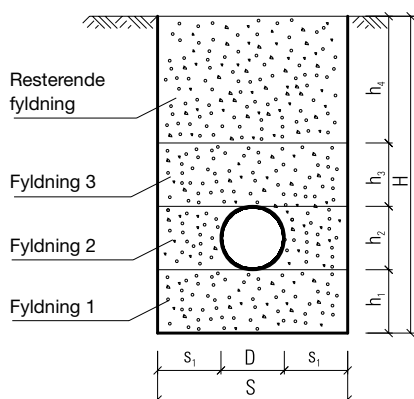

Fig. 3: Lægning af rør i kabelrende – refererer til jordklasse 2
- ⊙ **Fyldning 1** – fyldningen skal være 10 cm med en maks. kornstørrelse på 20 mm uden skarpe sten. (fig. 3)*
- ⊙ **Fyldning 2** – afstanden mellem rørets side og kabelrendens væg (S_1) skal være 10 cm med en maks. kornstørrelse på 20 mm uden skarpe sten. (fig. 3)